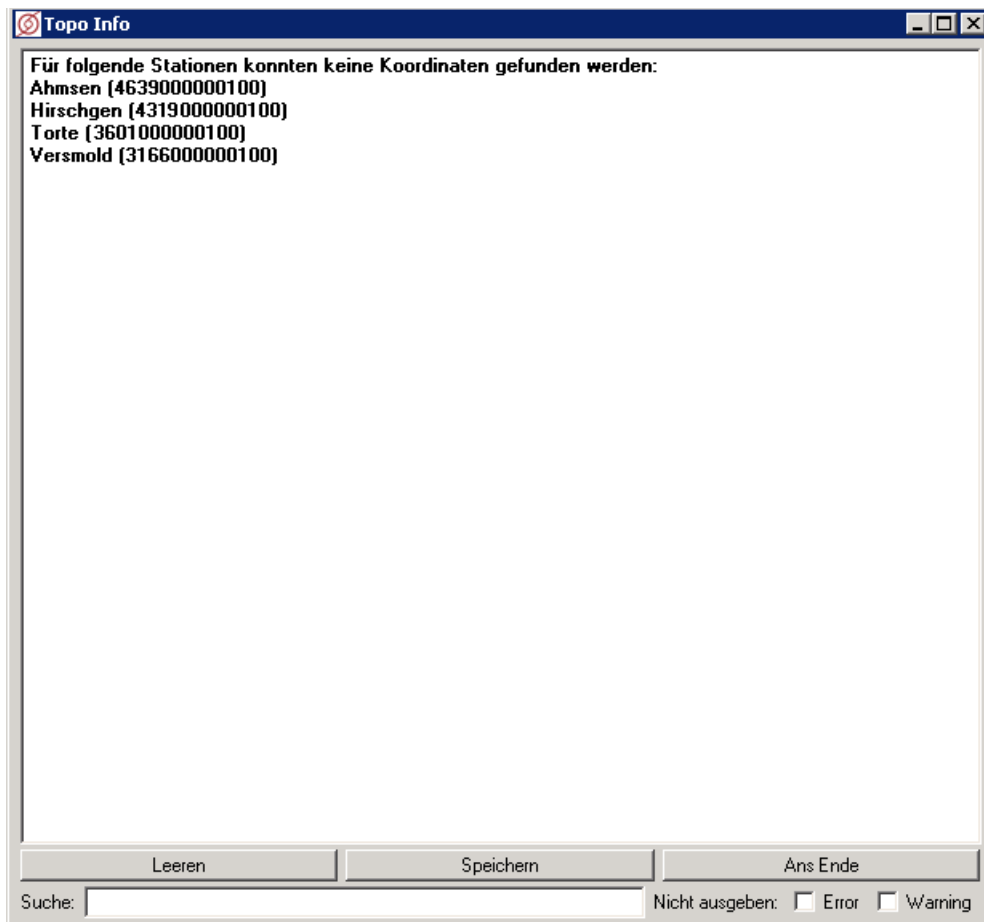

Abbildung 4.16: Info-Fenster für Messstellen ohne Koordinaten
- Stationen ohne Koordinaten auflisten sorgt dafür, dass die beim Neuerstellen des Messstellenlayers gefundenen Stationen, die keine Koordinaten besitzen, in einem Info-Fenster ausgegeben werden (↔ Abb. 4.16).